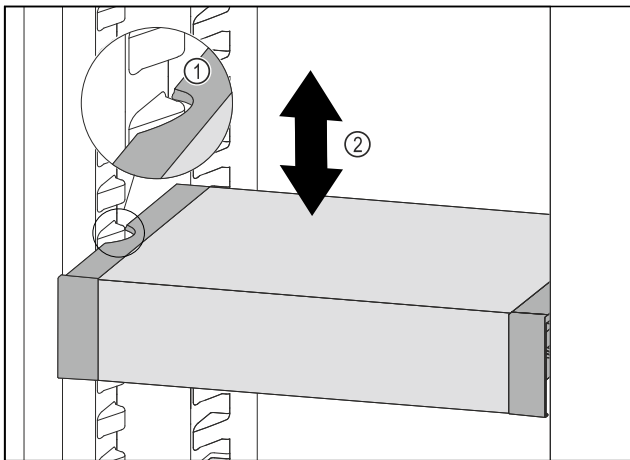

Fig. 180
- ▶ VarioSafe nach vorne ziehen, bis sich die seitlichen Aussparungen des VarioSafes auf Höhe der Behälterrippe im Kühlteil befinden. Fig. 180 (1)
- ▶ VarioSafe im Kühlteil nach oben oder unten bewegen, bis gewünschte Höhe erreicht ist. Fig. 180 (2)